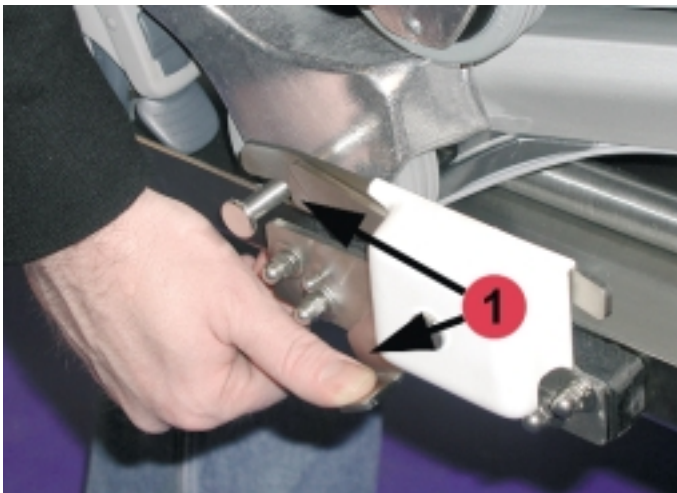

Bild 41
- Fixierschloss links und rechts (Bild 41/1) öffnen.